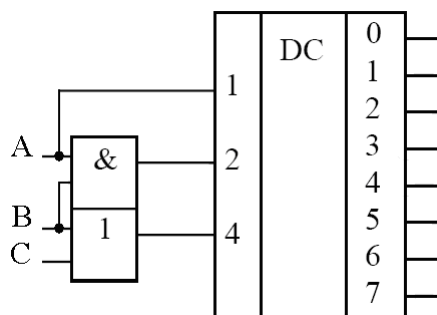

Рис. 3
13. Составьте таблицу истинности для цифрового устройства, изображенного на рис. 3.